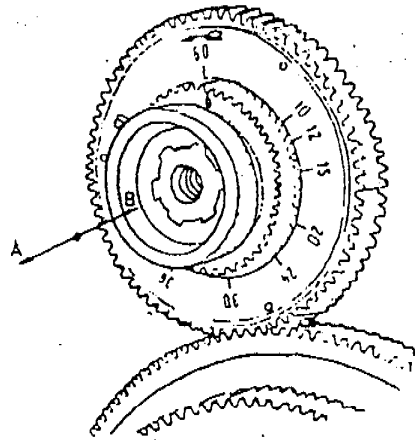

Figura 5
Algunos tornos ( en general los de caja Norton ) tienen en la lira u dispositivo como el ilustrado en la figura 5, que permite hacer las 2ª, 3ª, 4ª y demás entradas de la forma siguiente :
- Separe el anillo dentado en el sentido A ( Figura 5 ).
- Encaje el anillo dentado moviéndolo hacia B ( Figura 5 ), construya la ranura como ya se indicó y luego vuelva a dividir.